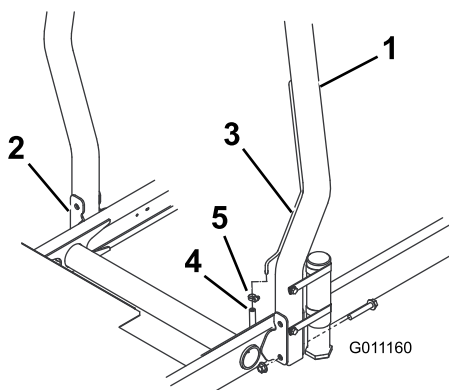

Рисунок 8
1. Опустите защитную дугу на монтажные кронштейны тягового блока, совместив монтажные отверстия. Убедитесь, что вентиляционная трубка на защитной дуге находится с левой стороны машины (Рисунок 8).
2. Прикрепите каждую сторону защитной дуги к монтажным кронштейнам с помощью 2 болтов с фланцем и 2 контргайк (Рисунок 8). Затяните крепежные элементы с моментом 81 Н·м.